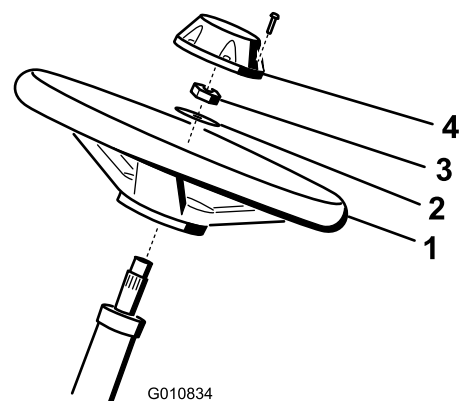

図 3
1. ハンドルをステアリング シャフトにはめ込む（図 3）。
2. ワッシャをステアリング・シャフトにはめ込む (図 3)。
3. ジャムナットでハンドルを固定し、2.8~3.6 kg.m にトルク締めする (図 3)。
4. キャップを取り付け、ねじで固定する (図 3)。